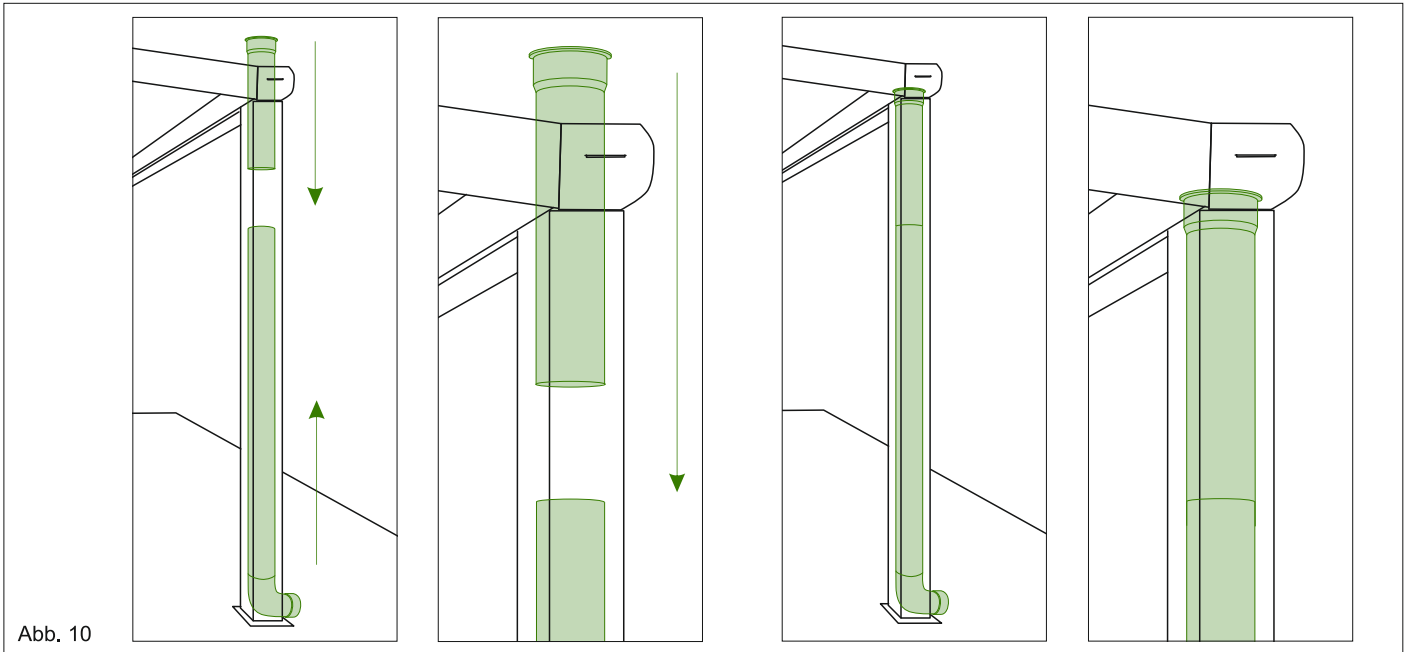

Abb. 10
5. Achten Sie bitte darauf, dass die Neigung der Randsparren genau 8° beträgt. Handelsübliche Digitale Winkelmesser erleichtern Ihnen die Handhabung. Siehe Abb. 10.
A) B) 8. 2. Setzen Sie das bereits vorbereitete HT-Rohr von oben, durch die in der Rinne vorgefertigten 80mm Ausschnitt in den Pfosten und verbinden Sie die beiden HT-Rohre in dem Pfosten zusammen. Hier muss man mit zwei Personen arbeiten, und die HT-Rohre in einander reinschieben. HT-Rohr soll an der Rinnenöffnung mit breitem Ende hängen bleiben und nicht in den Pfosten gelangen. Siehe Abb. 10.